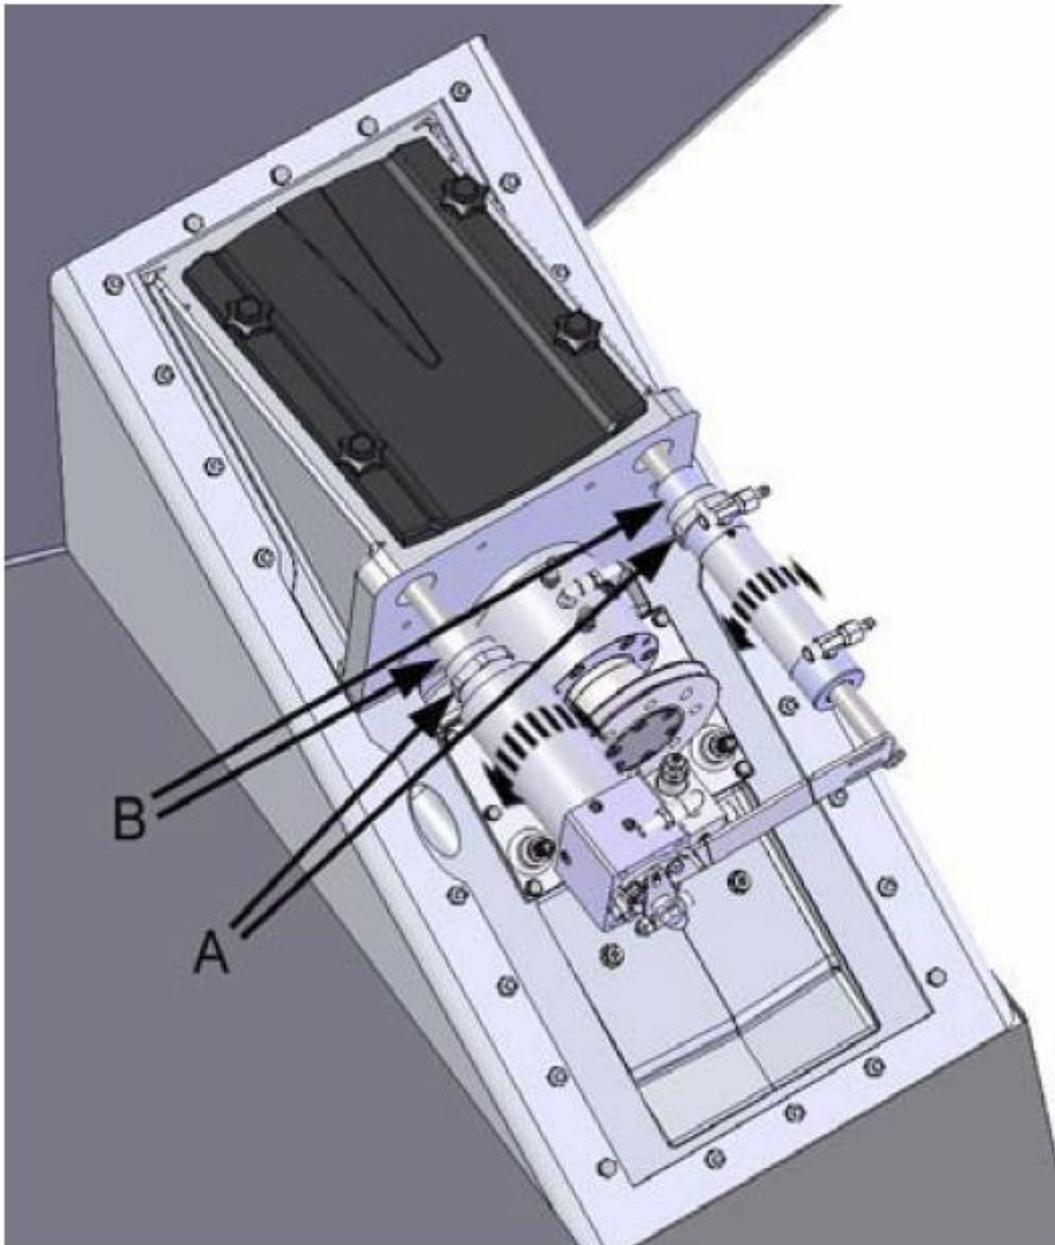

Figura 25. Montaggio cilindri idraulici
1. Accertarsi che il cilindro vada in posizione senza componente sigillante. Il dado di fissaggio (Figura 25, punto A) deve attraversare lo specchio di poppa andando contro al corpo dell'idrogetto.
3. Applicare componente sigillante sul filetto del cilindro (Figura 25, punto B).